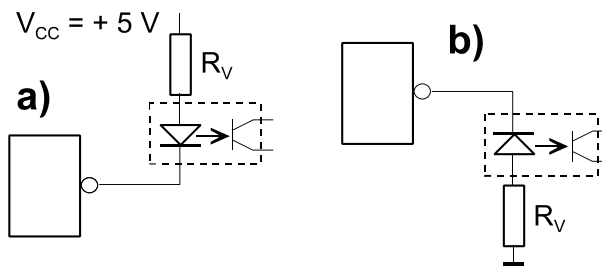

Abb. 11 Ansteuerung eines Optokopplers
33. Ein Optokoppler ist von einem TTL-Gatter anzusteuern. Welche der beiden Anschaltungen (Abb. 11) ist besser? Weshalb? Dimensionieren Sie den Vorwiderstand  $R_V$  für einen Durchlaßstrom von  $12\text{ mA}$  und eine Flußspannung von  $1,7\text{ V}$ .